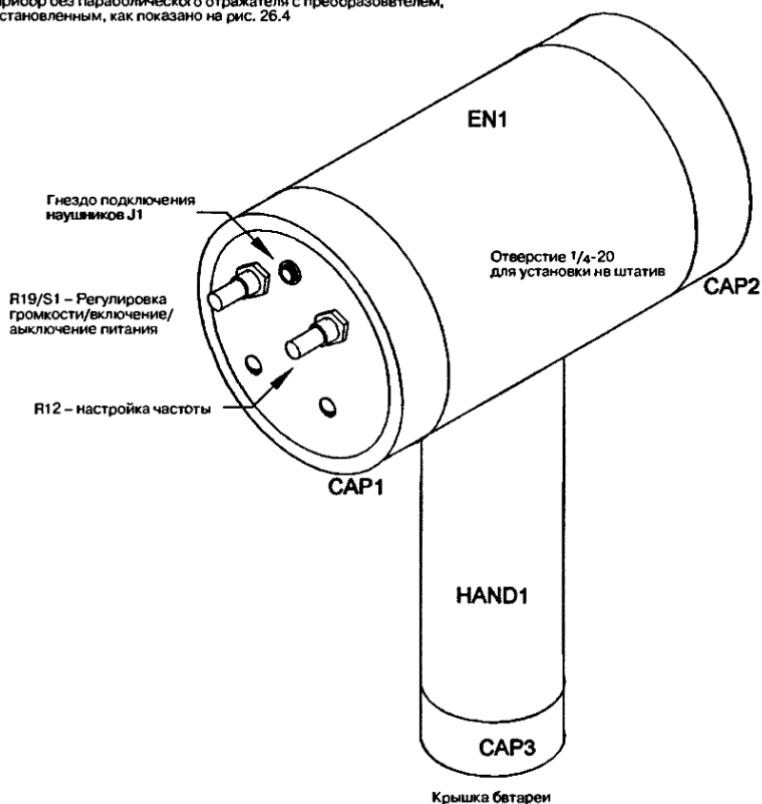

Рис. 26.7. Вид конструкции устройства в сборке без использования отражателя
7. Соберите устройство как показано. Сборка с использованием параболического отражателя показана на рис. 26.6, а на рис. 26.7 – без него.